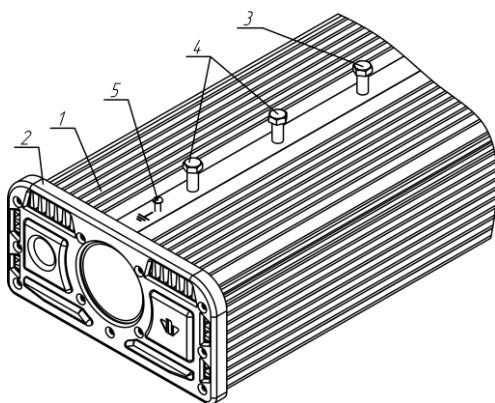

Рисунок 2 Установка светильника
2.2.1. Затяните упорный болт (рисунок 2 поз.3).
2.2.5. Установите светильник на консоль до упора в болт (рисунок 2 поз.3).
2.2.6. Затяните два болта фиксирующие светильник (рисунок 2 поз.4).
2.2.9. Подключите провод внешнего заземления к винту (рисунок 2 поз.5) расположенному на корпусе светильника имеющему маркировку « \perp ».